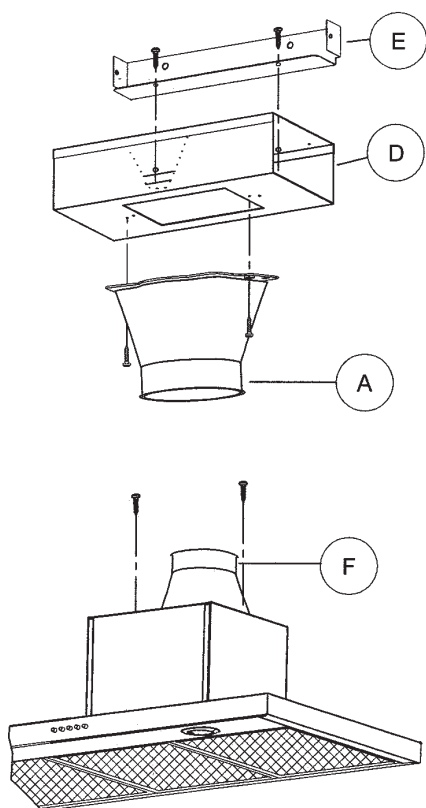

Fig. 3
Чтобы вытяжной колпак мог выполнять данную функцию, необходимо приобрести растяжимую трубу Ж 120/150 мм, которая сначала должна быть закреплена к соединительному кольцу "F" (Рис. 3), а затем к потолку.
- Закрепить фильтрующее соединительное кольцо "D" к скобе "E" (Рис. 3) с помощью поставляемых в комплекте винтов.